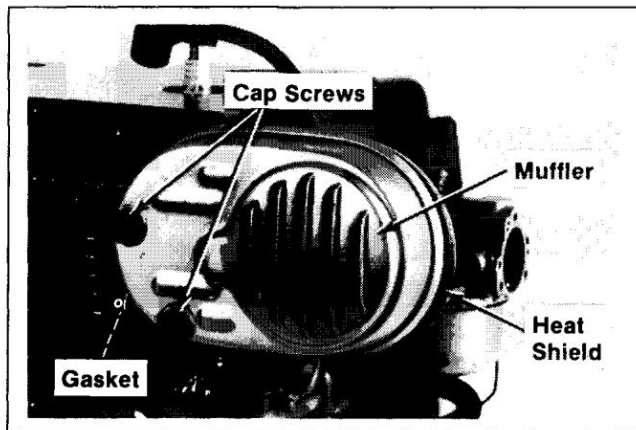

Figure 12-49. Installation du silencieux.
1. Si le moteur est équipé d'un silencieux plat, installez le silencieux et le joint à l'aide de vis à capuchon. S'il est équipé d'un silencieux rond, installez le silencieux et le tuyau d'échappement fileté entre le silencieux et le moteur à l'aide d'une clé à tube. Reportez-vous à la Figure 12-49.